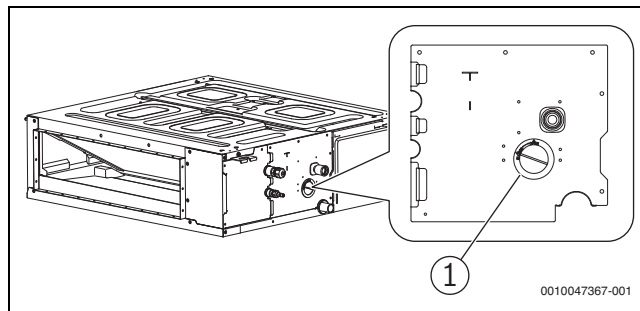

Fig. 167
- Abrir la cubierta de prueba de agua (→ fig. 167) del cuerpo de la máquina. Se debe desatornillar durante la prueba de drenaje para comprobar si la bomba de drenaje está encendida y si hay algún problema con la bomba de drenaje.